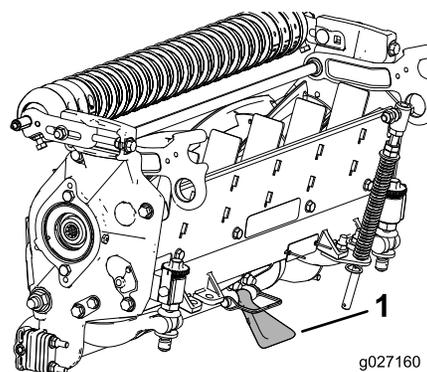

図 9
**重要** ユニットの背面についているベッドバー調整ねじのナットが床に当たっていないことを確認する 図 9。